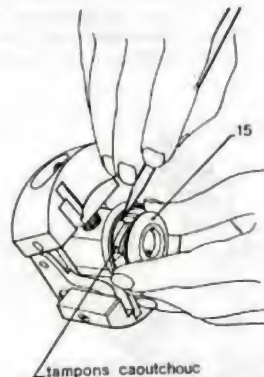

Fig. 17.
- Monter l'ensemble tournant sur le moyeu, placer la rondelle (25) et bloquer l'écrou de fixation au couple de 5 m·daN, à l'aide d'une clé spéciale.
- Vérifier l'existence d'un déplacement longitudinal du bloc de 0,05 à 0,1 mm (le réglage peut s'effectuer par la rondelle de compensation (25)).
- Placer les tampons amortisseurs en caoutchouc dans le bloc, puis enfoncer le moyeu d'entraînement (15) à l'aide d'une massette à embouts plastique (fig. 17).
- Montage et fixation de la douille de guidage (14).
- Introduire l'axe mobile (13) dans la douille de guidage.